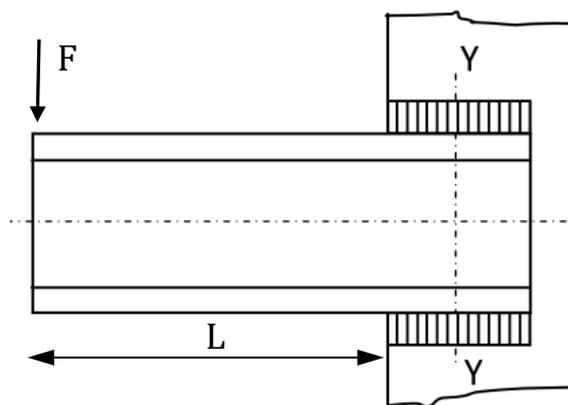

Figura 1.7
**1.2.6** Utilizando o Eurocódigo 3, dimensione os cordões de soldadura que ligam um perfil UPN 140 a uma chapa sabendo que o seu comprimento é 200 mm da Figura 1.7. A força F é aplicada verticalmente e tem o valor de 210 kN. O material de base é um aço DIN CK 45 com  $\sigma_c=300$  MPa e o L= 500mm.